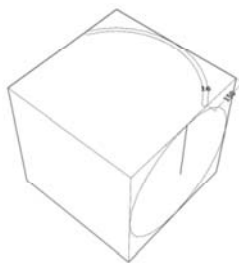

图 2.3.16 画圆与弧
(3) 在立方体顶面上绘制弧形的放样截面，如图 2.3.16 所示，弧高为 150mm ；两弧间距相当于搁脚成品的厚度 16mm 。完成后如图 2.3.16 所示。